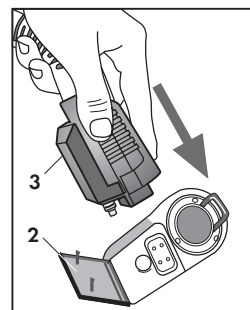

Fig. 25A
Pour son utilisation introduire la fixation (3) du fer à repasser dans la prise accessoires (Fig. 25A) à la place du tube flexible, de la manière décrite à la page 8 (Fig. 8) "Fixation du tube flexible".
- Tourner le sélecteur de température (23) du fer à repasser dans la zone désirée pour adapter la température de la sole au tissu à repasser.
- Continuer normalement (comme pour le repassage à sec) en débitant la vapeur lorsque nécessaire. Pour ce faire, appuyer sur le bouton (22) situé sur la poignée.